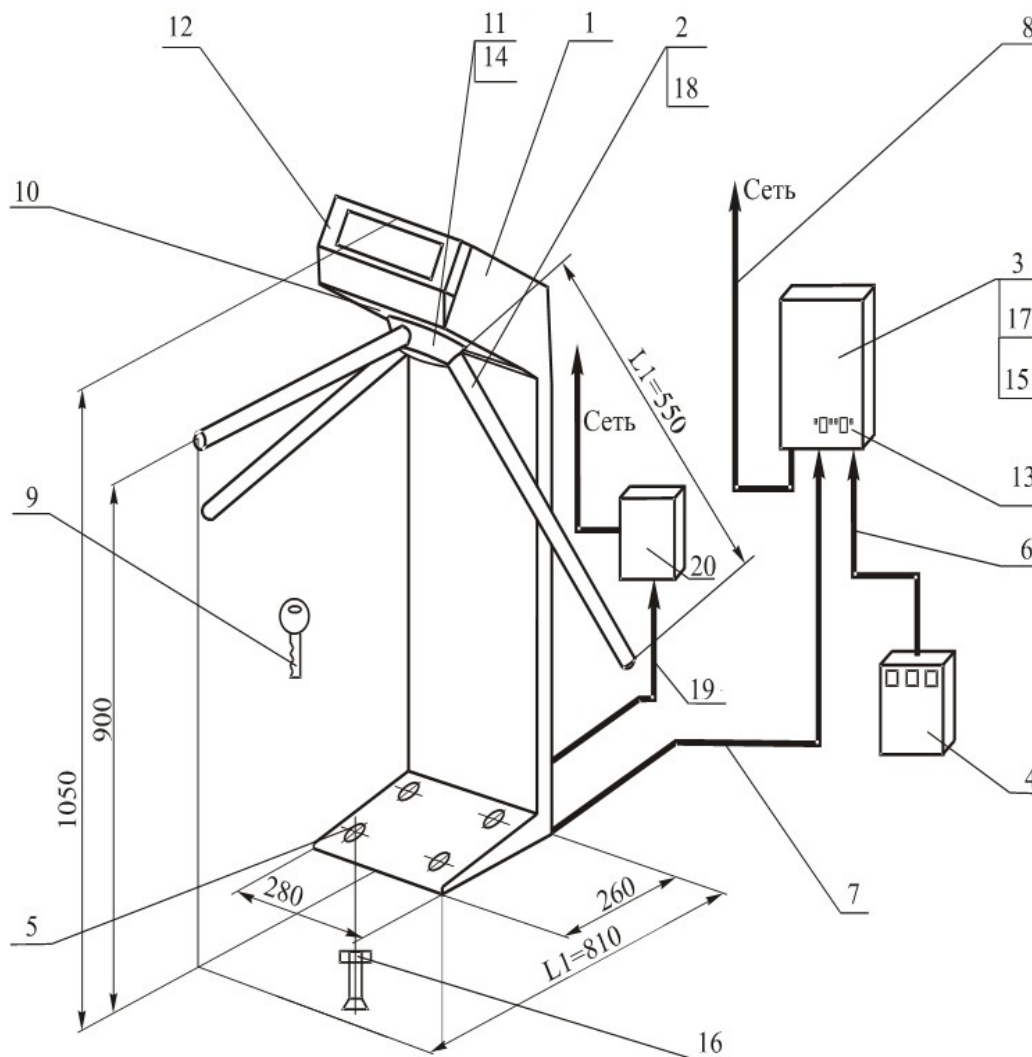

Рис. 1 Общий вид турникета PERCo-TTR-04CW-24
Устройство турникета показано на рис. 1.
6.2.5. Блок управления (см. рис. 1 и 2) выполнен в виде отдельного прибора в закрытом металлическом корпусе, обеспечивающем настенное крепление с наружной антисдергивающей фиксацией. Возможно настольное применение блока управления. В корпусе блока управления находятся: силовой трансформатор, плата управления турникетом, аккумулятор РИП (12 В).
Вариант 2. На контакты **«Sens R/Pass R»** и **«Sens L/Pass L»** транслируется состояние датчиков поворота. В этом случае при проходе (повороте на 120° планшайбы (11 на рис.1), к которой крепятся преграждающие планки) формируется следующая последовательность сигналов: